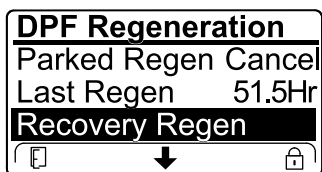

图 60
- 如果发动机计算机尚未请求恢复再生向下滚动至 恢复 REGEN 恢复再生选项恢复再生锁定且锁定图标图 60 将显示在 InfoCenter 信息中心右下角。